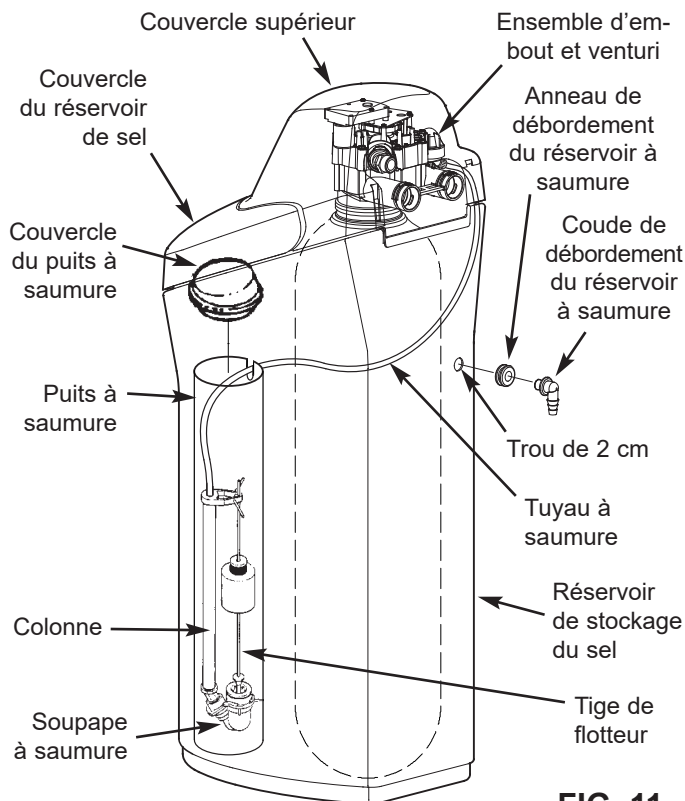

FIG. 11
1. Les modèles North Star sont assemblés à l'usine. Lors de l'installation, dégazez et enlevez le couvercle supérieur, ensemble avec le couvercle du réservoir de sel, pour exposer la soupape de l'adoucisseur. Placez-la de côté pour éviter de l'endommager. Vérifiez que le puits à saumure est bien fixé et vertical (consultez la figure 11).